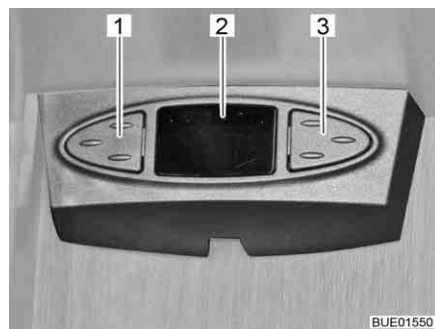

Fig. 50 Souris sat
Suivant le modèle, l'antenne parabolique est équipée d'une souris sat. L'affichage (Fig. 50,2) de la souris sat indique la chaîne réglée. Les deux touches servent à la commande des fonctions de base de l'antenne parabolique (changement de chaîne, allumer/éteindre).
- Choisir la chaîne précédente dans la liste de chaînes : Appuyer sur la touche gauche (Fig. 50,1).
- Choisir la chaîne suivante dans la liste de chaînes : Appuyer sur la touche droite (Fig. 50,3).
- Passer de radio à TV et inversement : Appuyer brièvement en même temps sur les touches (Fig. 50,1 et Fig. 50,3).
- Allumer/éteindre le récepteur : Appuyer en même temps sur les touches (Fig. 50,1 et Fig. 50,3) et les maintenir pressées.